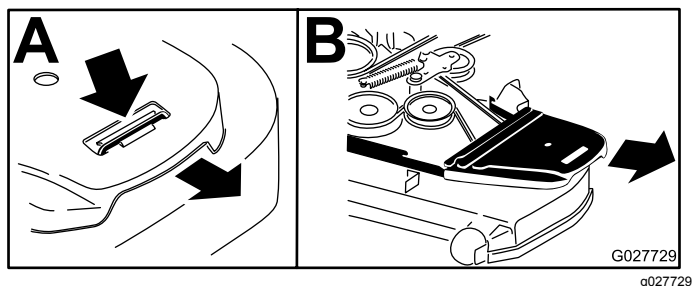

Figure 83
4. Retirez les couvercles de courroie (Figure 83).